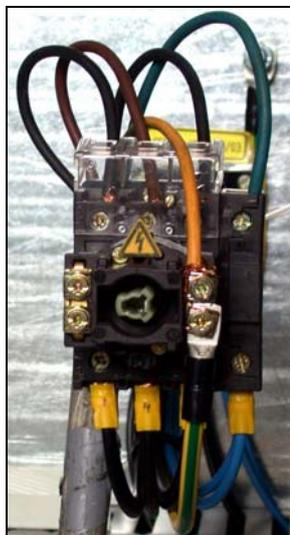

Fig.7.1
Per effettuare il collegamento (vedi Fig.7.1)
- a) porre l'interruttore generale in posizione "off" (0);
- d) collegare le tre fasi (R, S, T), il neutro (N) ed il cavo di terra ai rispettivi morsetti dell'interruttore generale (Fig.7.1 part. A) posto all'interno del quadro.